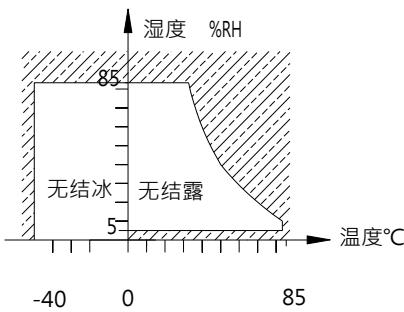

图 14
4.4 使用、保管、运输时的环境 使用、保管、运输时，请避免阳光直射，并保持常温、常温、常压。可进行使用、运输、保管的温、温度范围如图 14 中非阴影区所示，其中允许的温度随继电器的型式而不同。